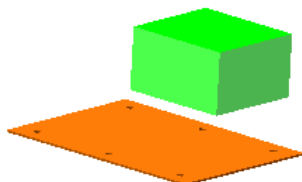

图 17.2.16 创建电源零件模型
(1) 选择命令，选择下拉菜单 **插入(I)**  **零部件(P)**  **现有零件/装配体(E)...** 命令（或在“装配体”工具栏中单击  按钮），系统弹出“插入零部件”对话框。
(2) 单击“插入零部件”对话框中的 **浏览(B)...** 按钮，在系统弹出的“打开”对话框中选取 power_supply，单击 **打开(O)** 按钮。
(3) 将零件放置到图 17.2.16 所示的位置。